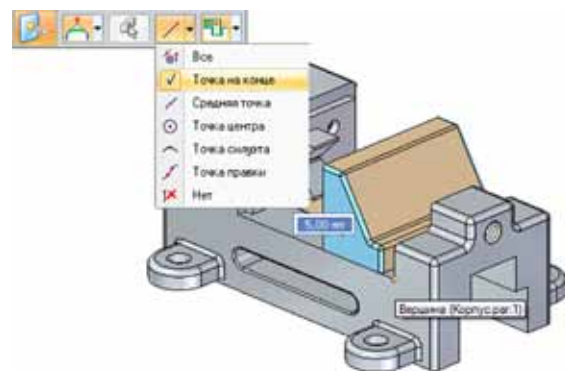

Рисунок 59. Синхронное редактирование детали в сборке с использованием характерных точек
**Ctrl + Пробел**). Станет доступна возможность указывать набор граней и использовать рулевое колесо для операций перемещения и вращения. Для точного совмещения и подгонки граней разных деталей существует возможность привязки к характерным точкам других деталей сборки (Рисунок 59).